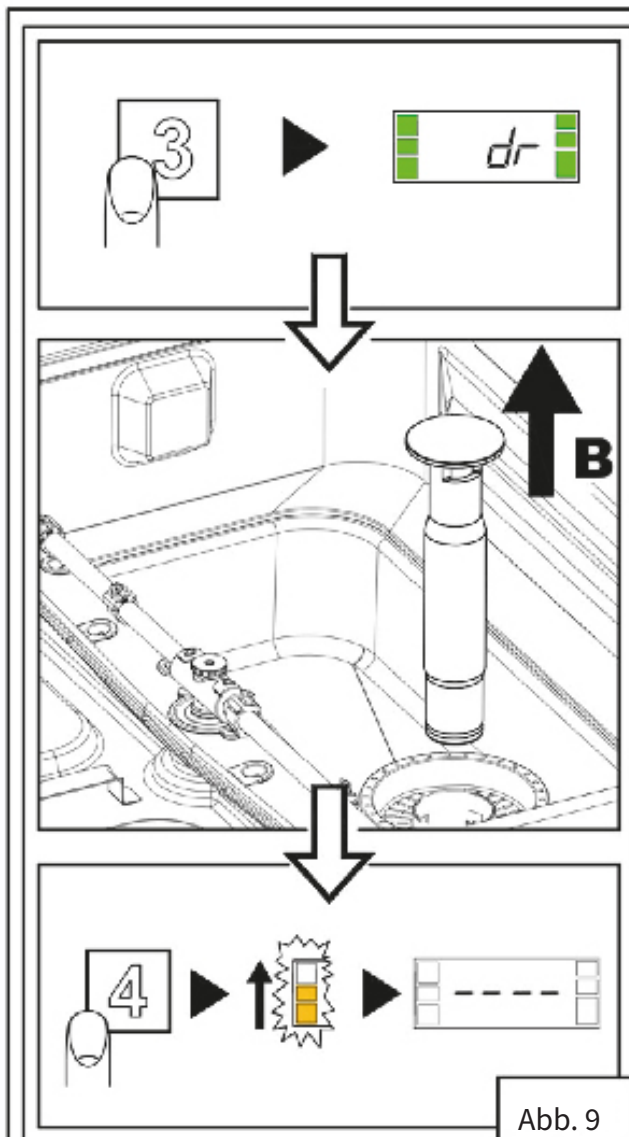

Abb. 9
- Wenn das Modell einen Überlauf hat, nach oben ziehen (Abb. 9)
- Drücken Sie die Taste START (4), um den Zyklus zu starten.